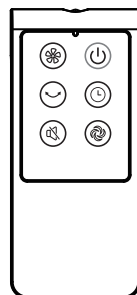

Fig.10
I. Telecomando (Fig.10)
- (1) Fai scivolare la cover del vano batteria.
- (2) Inserisci le batterie come mostrato nella Fig.10.
- (3) Reinserisci la Cover Batteria.